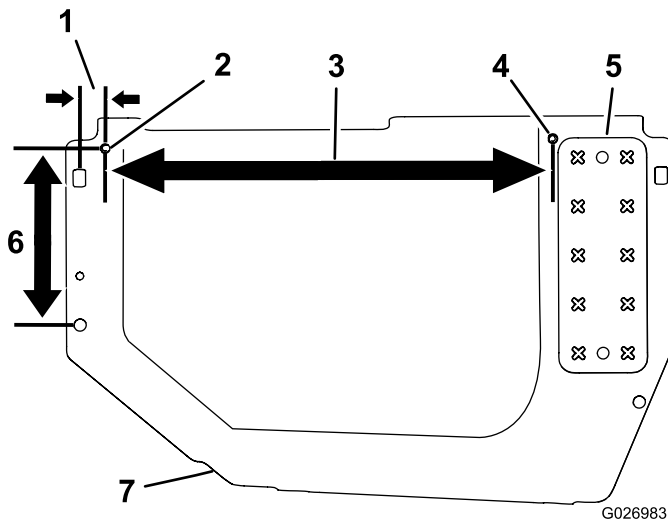
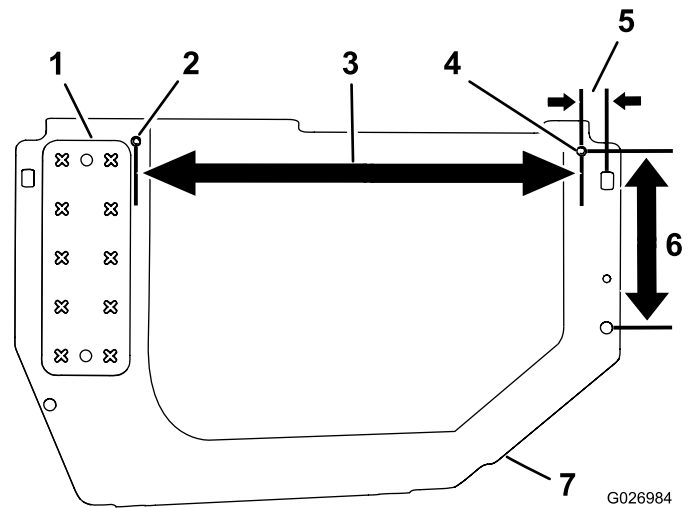

Bild 9
Bild 10
2. Bohren Sie zwei 8,7 mm große Löcher in jede Kunststoffabdeckung (Bild 9 und Bild 10).
Hinweis: Messen Sie mit Bild 9 und Bild 10 die Stellen des 8,7 mm großen Lochs auf den Abdeckungen. Fluchten Sie das vordere Loch in jeder Abdeckung mit der Kante des Trittbretts aus.